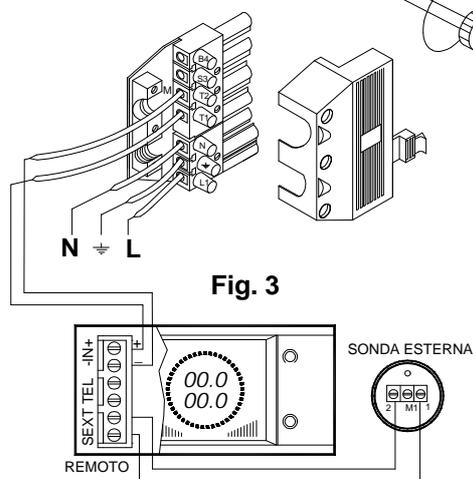

Fig. 3
- Effettuare i collegamenti (fig. 3) facendo attenzione al collegamento fase-neutro;
- aprire il rubinetto carico **R** (fig. 3 pag. 10) posto sotto la griglia della caldaia nella parte destra fino a raggiungere la pressione di 1.5 bar **e ad operazione terminata richiudere il rubinetto di carico**;
- Spostare il ponte nella scheda RAMIRE in base al gas richiesto (fig. 3).